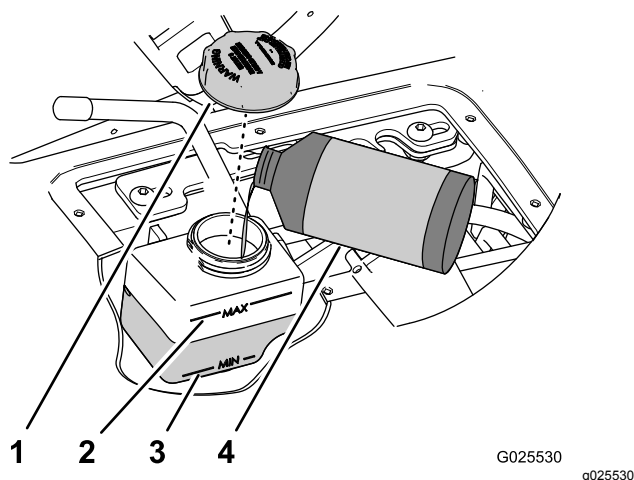

Figura 69
4. Controllate il livello del fluido nel serbatoio del cilindro di controllo della velocità (Figura 69).
- A. Pulite la superficie attorno al tappo del serbatoio (Figura 69).
- B. Togliete il tappo del serbatoio (Figura 69).
- C. Aggiungete il fluido specifico per aumentare il livello a metà tra i segni di Min e Max sul lato del serbatoio (Figura 69).
- D. Montate il tappo serrandolo manualmente (Figura 69).